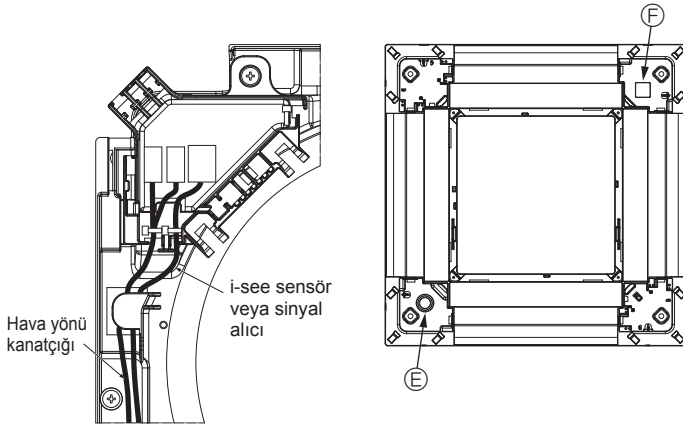

Fig. 5-14
- I-See sensörü ve sinyal alıcısı kablolarını Fig. 5-14'deki gibi yönlendirin.